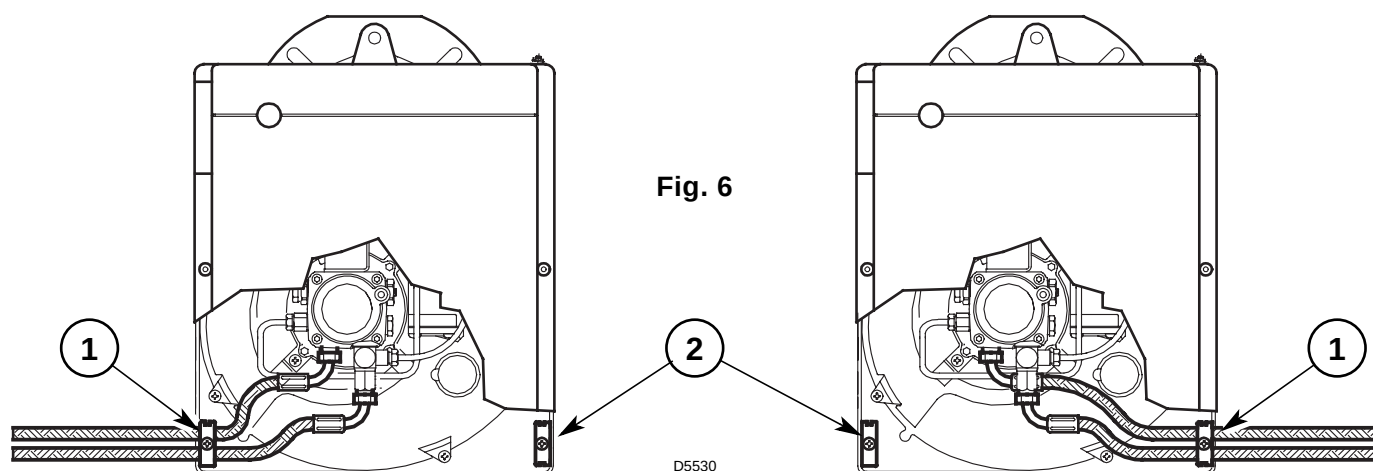

Fig. 6
Le brûleur est prééquipé pour recevoir les tubes d'alimentation du fioul des deux côtés. Selon que la sortie des flexibles est à droite ou à gauche, il peut y avoir lieu de changer l'emplacement de la plaque de fixation (1) avec celle d'obturation (2), (voir fig. 6).